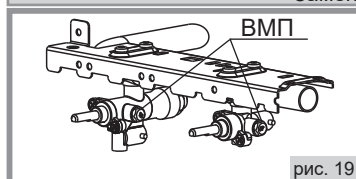

рис. 19
19.2. Проведение замены винтов малого пламени (ВМП) (рис. 19, 20):